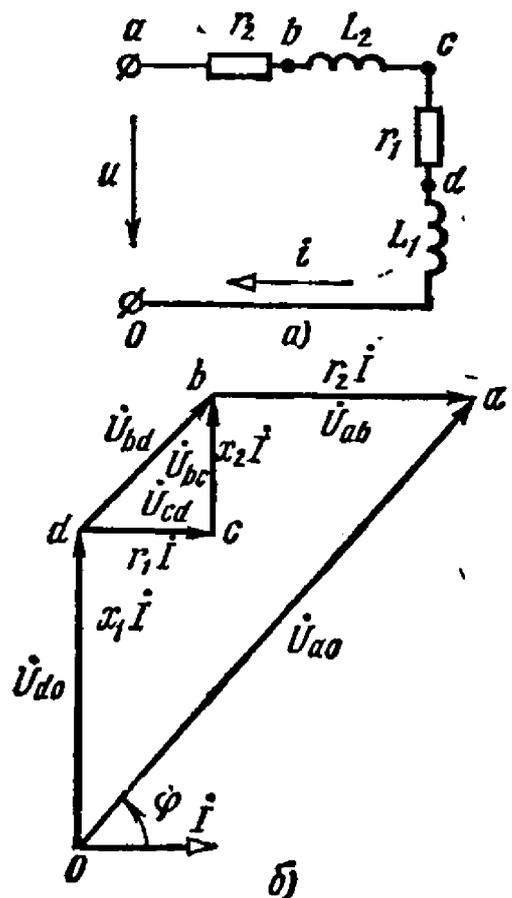

Рис. 3.25
3.25. Построить топографическую диаграмму для схемы рис. 3.25, а и графически определить по ней напряжение между точками d и b , если общее напряжение $U = 380 \text{ В}$, а параметры цепи равны: $r_1 = 4 \text{ Ом}$, $L_1 = 32 \text{ мГ}$, $r_2 = 8 \text{ Ом}$, $L_2 = 14 \text{ мГ}$, $f = 50 \text{ Гц}$.